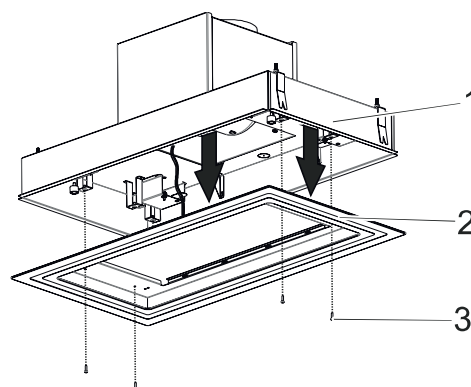

Fig. 10
- 3.** Før du kan montere produktet, skal du fjerne filterpanelets ramme med 4 skruer.(Fig. 10).